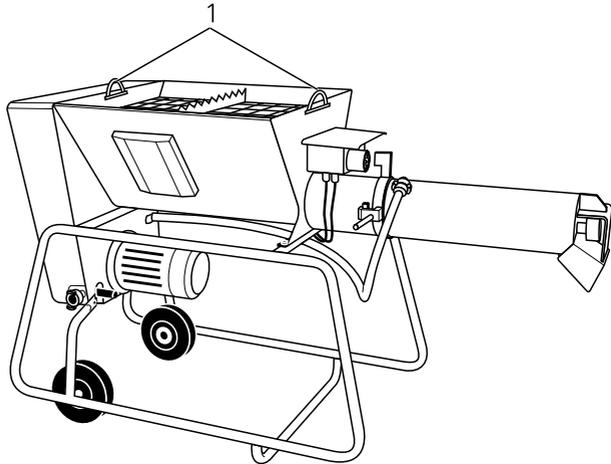

Bild 5:
- Seile oder Gurte an den vorgesehenen Aufhängösen der Maschine (Bild 5) sicher befestigen